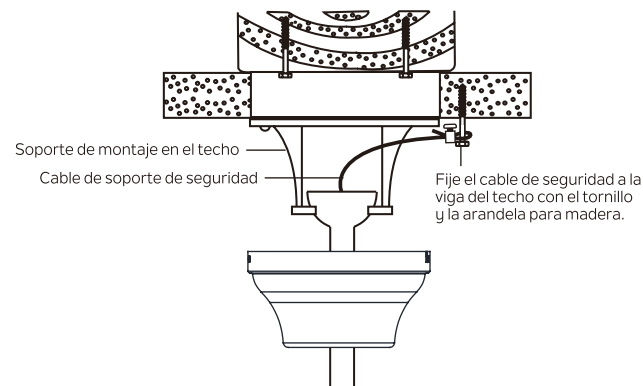

Figura 12
Paso 1. Fije el tornillo para madera y la arandela proporcionados a la viga del techo junto al soporte de montaje, pero no los apriete. (Figura 12)